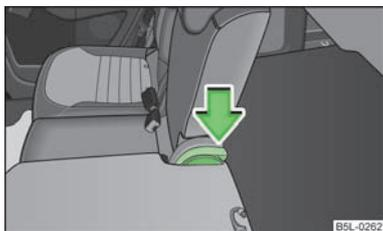

Fig. 53
- Appuyez sur la manette » fig. 53 et rabattez le dossier vers l'arrière. Assurez-vous que le dossier du siège est correctement enclenché en tirant dessus.